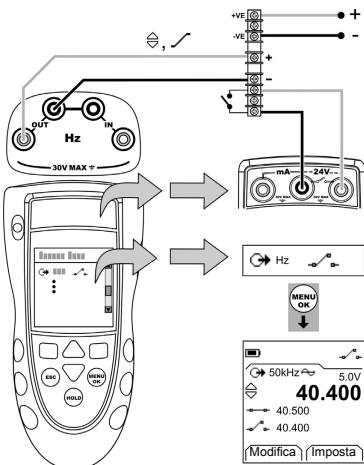

Figura 6: Esempio configurazione – test del selettore
- Collegare lo strumento (Figura 6) e, se necessario, modificarne il Setup (Tabella 1).